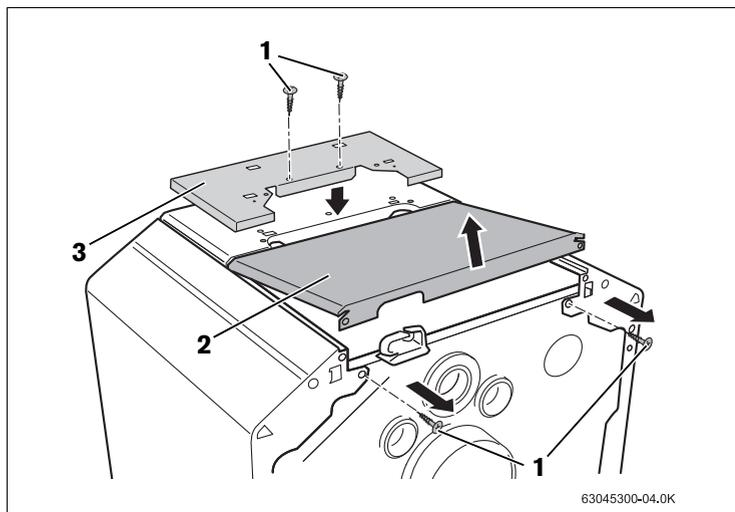

Fig. 7 Retirer le capot arrière de la chaudière/Montage de la tôle d'adaptation
- Soulever légèrement le capot arrière de la chaudière (fig. 7, **pos. 2**) et le retirer vers l'arrière.
- Monter la tôle d'adaptation (fig. 7, **pos. 3**) pour le module BRM10 à l'aide de deux vis de fixation sur le capot avant de la chaudière en veillant à ce qu'elle soit bien alignée à l'arrière.